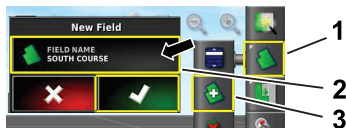

Figure 5
3. Appuyez sur l'icône de nom de champ, saisissez le nom du champ et appuyez sur la coche verte (Figure 5).